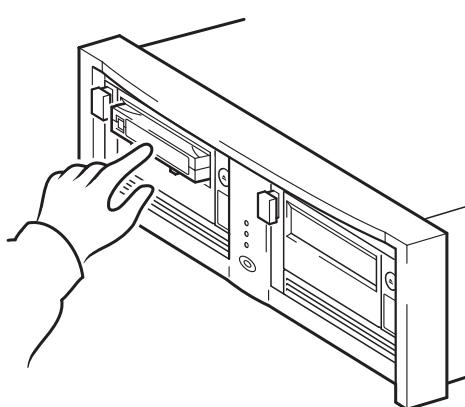

图 10a: 使用 HP OBDR, 第一步
- 1 将最新的可引导盒式磁带插入已分配给 HP OBDR 的磁带机中 (见图 10a)。盒式磁带必须通过以 CD-ROM 格式写入数据的备份应用程序来写入。